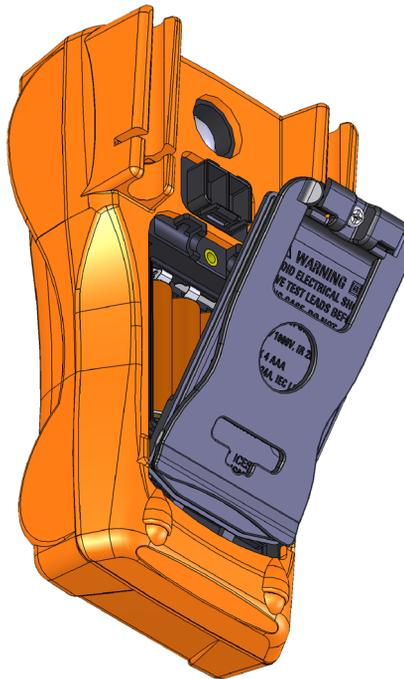

Figura 1-1 Instalación de las baterías
- 1 Abra la tapa de la pila.** Afloje el tornillo con un destornillador Phillips adecuado y extraiga la cubierta de las baterías tal como se muestra en la Figura 1-1.